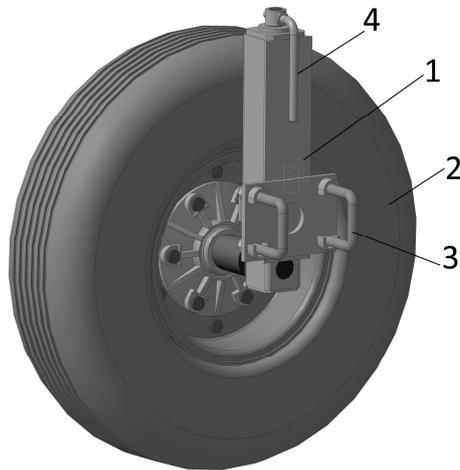

Рисунок 5 – Колесо со стойкой ходовое
2.5 Ходовые колёса (поз.2 рис. 5) 8.25-15 со стойкой 1 крепятся на остове с помощью хомутов 3. Оптимальная высота для транспортировки и выполнения технологического процесса регулируется с помощью регулировочных винтов 4.